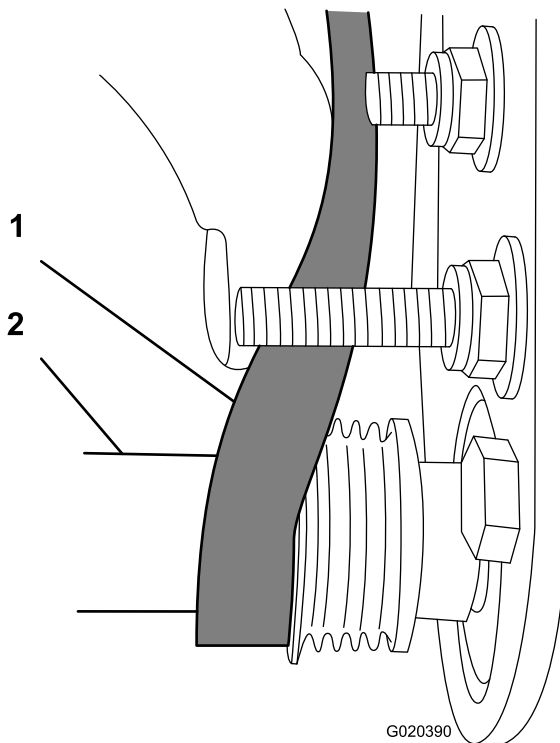

Figura 25
- C. Utilice una llave de vaso profundo de 9/16" para girar el conjunto del cepillo y guiar la correa sobre la polea arrastrada (Figura 25).